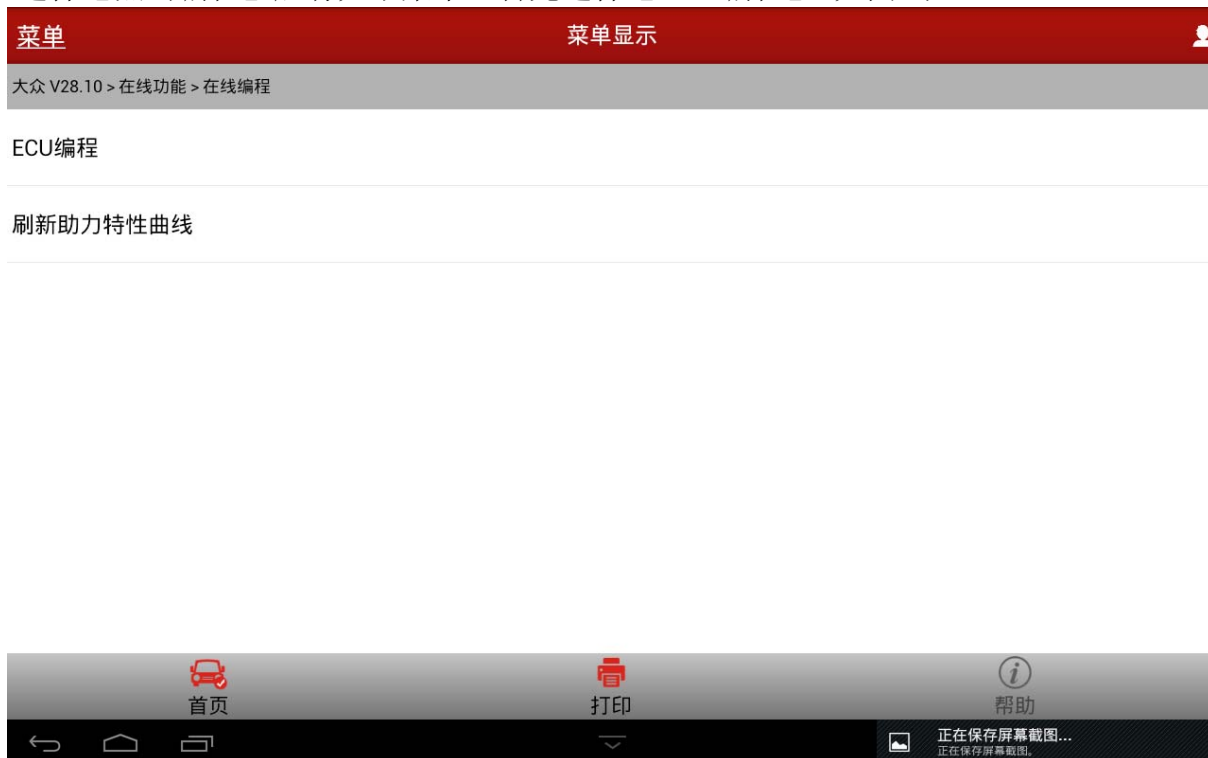

图 6
7). 选择【点击编程】后有如下菜单，首先选择【ECU 编程】，如图 6；